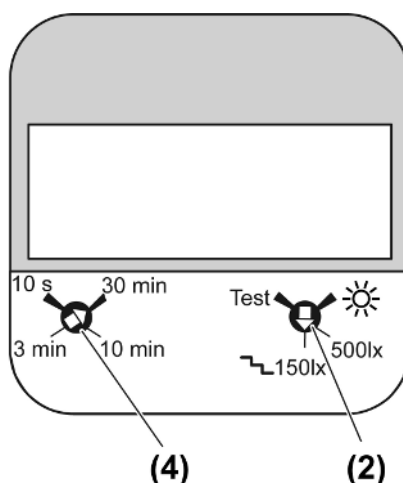

рисунок 16: Регулятор настройки сигнализатора движения 1,1 м, арт. № ..17182..
- Поверните регулятор настройки **Time** (4) (см. рисунок 16).